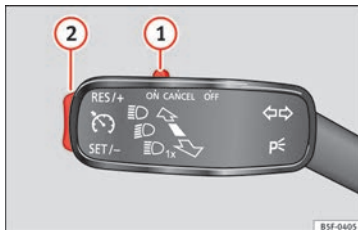

Abb. 39 Links von der Lenksäule: Schalter und Bedienelemente des GRA.
- Die GRA anschließen: den Schalter » **Abb. 39 ①** in die Stellung **ON** schieben.
- GRA aktivieren: drücken Sie die Taste » **Abb. 39 ②** im Bereich **SET/-**. Die aktuelle Geschwindigkeit wird gespeichert und geregelt.
- GRA vorübergehend abschalten: Schieben Sie den Schalter » **Abb. 39 ①** bis **CANCEL** oder treten Sie auf die Bremse. Regelung wird vorübergehend abgeschaltet.
- GRA wieder einschalten: Drücken Sie die Taste » **Abb. 39 ②** in **RES/+**. Die gespeicherte Geschwindigkeit wird erneut gespeichert und eingestellt.
- Gespeicherte Geschwindigkeit während GRA-Regelung erhöhen: Taste **②** in **RES/+** drücken. Das Fahrzeug beschleunigt bis zum Er-
- Gespeicherte Geschwindigkeit während GRA-Regelung verringern: Taste **②** in **SET/-** drücken, um die Geschwindigkeit um 1 km/h (1 mph) zu verringern. Die Geschwindigkeit wird bis zum Erreichen der neu gespeicherten Geschwindigkeit reduziert.
- GRA abschalten: Schalter » **Abb. 39 ①** auf **OFF** schieben. Das System wird abgeschaltet und die gespeicherte Geschwindigkeit gelöscht.